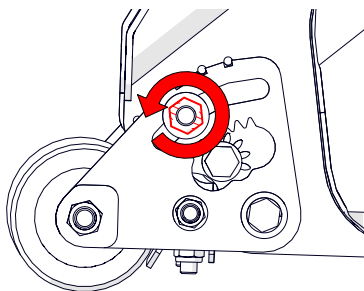

Fig. 12E - Aflojar la tuerca de sujeción superior del cuadrante del rodillo
6. Afloje la tuerca de sujeción superior del cuadrante del rodillo [con la llave fija de 19 mm] (Fig. 12E). Repita la operación en el cuadrante del lado opuesto.